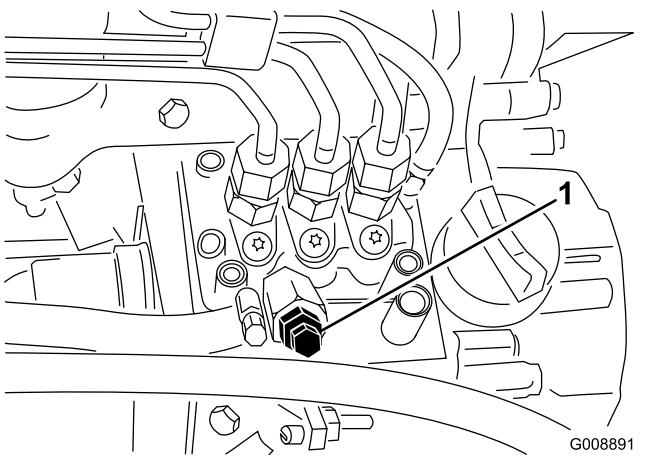

Figura 36
- Abra el tornillo de purga de aire de la bomba de inyección de combustible (Figura 36).